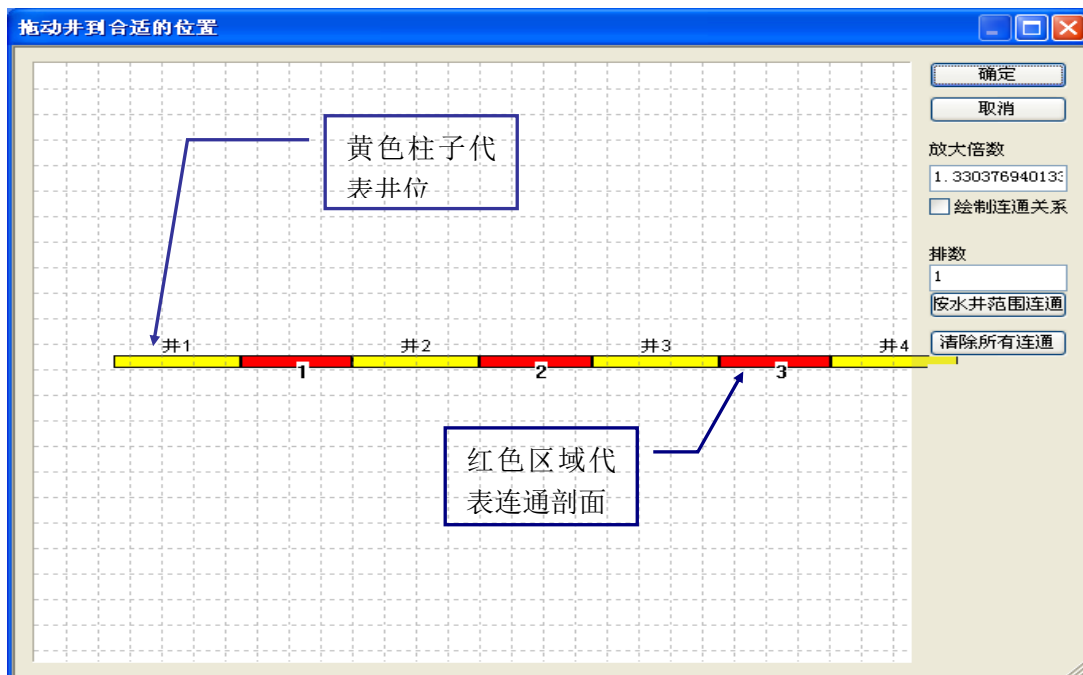

图 94
- b. 拖动井位到合适位置对话框，默认情况下，程序按一排的形式将各井排列，黄色柱子表示所绘制的井位，柱子的宽度取决于我们添加的绘制内容的多少，愈多则柱子相应越宽，所以在进行本步骤之前应该先添加绘制内容（即小层号、井深等），红色代表连通剖面。（如图 94）